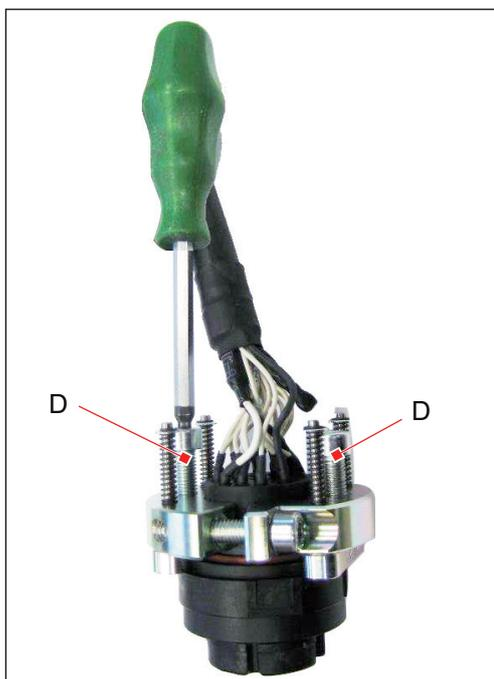

Abb. 16: Crimpadapter vom Wechseleinsatz abziehen
- ▶ Die 2 Schrauben (D) anziehen, bis sich der Crimpadapter vom Wechseleinsatz löst und abnehmen lässt (Abb. 16).